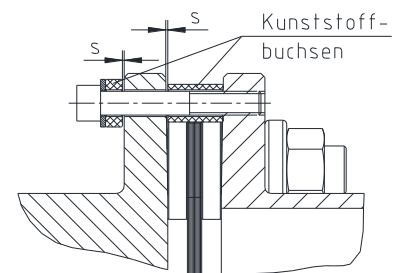

Bild 23: Axialspielbegrenzung
- Nach der vollständigen Montage des Zwischenstücks die Schrauben und Buchsen der Axialspielbegrenzung wieder montieren (siehe Bild 23). Dabei das Axialspiel S nach Maßblatt beachten.